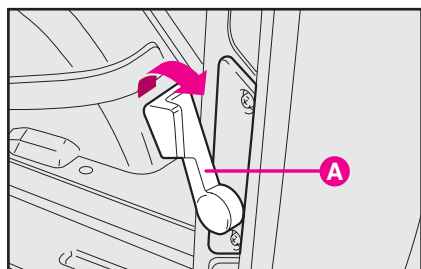

рис. 117
Открыть первый створ, затем потянуть рукоятку А (рис. 117) в направлении, указанном стрелкой.
**ПРЕДУПРЕЖДЕНИЕ** Чтобы открыть второй створ двери, следует потянуть рукоятку А (рис. 117) в направлении, указанном стрелкой.